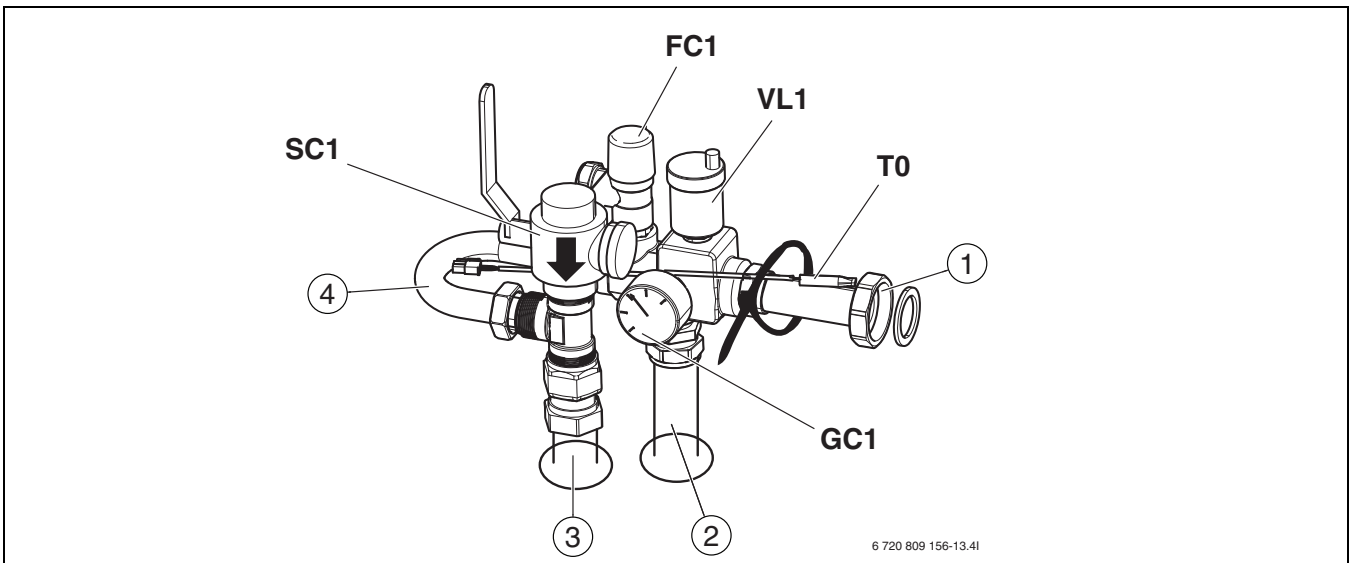

Fig. 11 Montert sikkerhetsgruppe
- ▶ Monter først partikkelfilter ([SC1], fig. 11) på T-stykke.
- ▶ Monter de øvrige komponentene, men ikke trekk skruforbindelsen på bypass helt fast ([4], fig. 11).
- ▶ Sett turtemperaturføleren inn i termometerlommen på røret ([T0], fig. 11) og fest den med kabelstrips.
- ▶ Trekk til skruforbindelsene på bypass ([4], fig. 11).